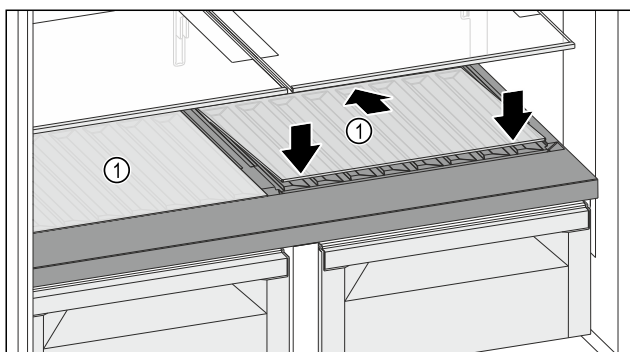

Fig. 127
- Nasadte sklenú dosku Fig. 127 (1) šikmo a naklonenú smerom dozadu nadol.
- Spustite sklenú dosku Fig. 127 (1) vpredu.